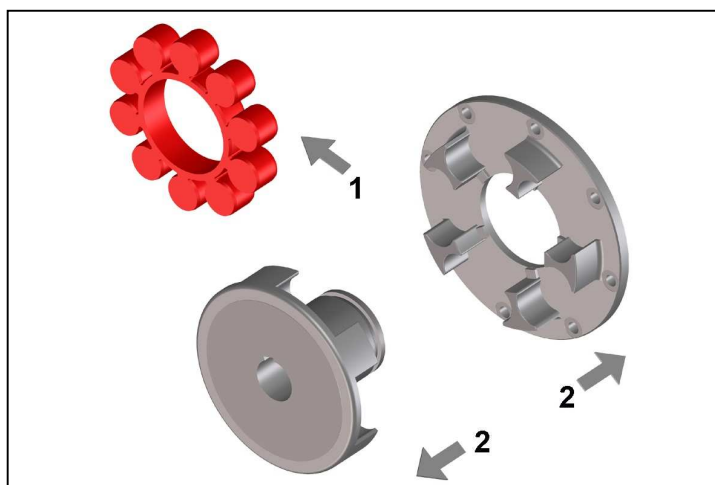

Bild 3
- Nehmen Sie den elastischen Zwischenring heraus (Bild 3, Pos. 1).
- Ziehen Sie die Kupplungsnabe in der vorgesehenen Position auf das Wellenende auf (Bild 3, Pos.2).
- Montieren Sie den Alu-Kupplungsflansch an den Flanschanschluss. Achten Sie dabei darauf, dass die Teile beim Fügen am Zentriersitz nicht verkanten (Bild 3, Pos.2).